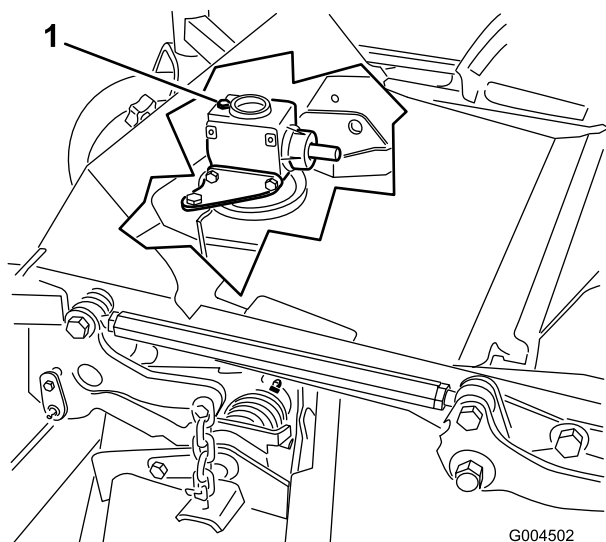

Figura 43
6. Togliete il tappo di riempimento/asta di livello da sopra gli ingranaggi (Figura 43) e verificate che il lubrificante si trovi tra i segni riportati sull'asta.
6. Togliete l'asta di livello/tappo di riempimento da sopra gli ingranaggi (Figura 43).